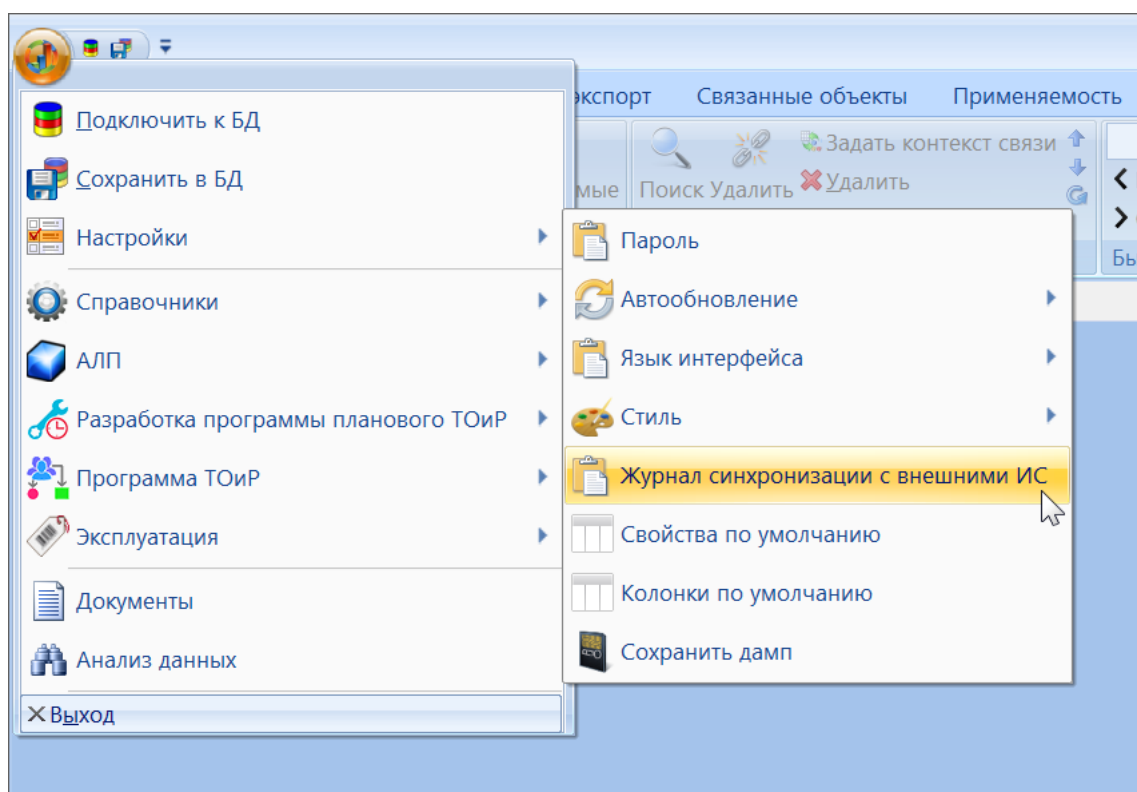

Рис. 30-71 – Вызов журнала синхронизации с внешними системами
1) В меню управляющей кнопки выбрать пункт «Настройки» → «Журнал синхронизации с внешними ИС» (рис. 30-71).